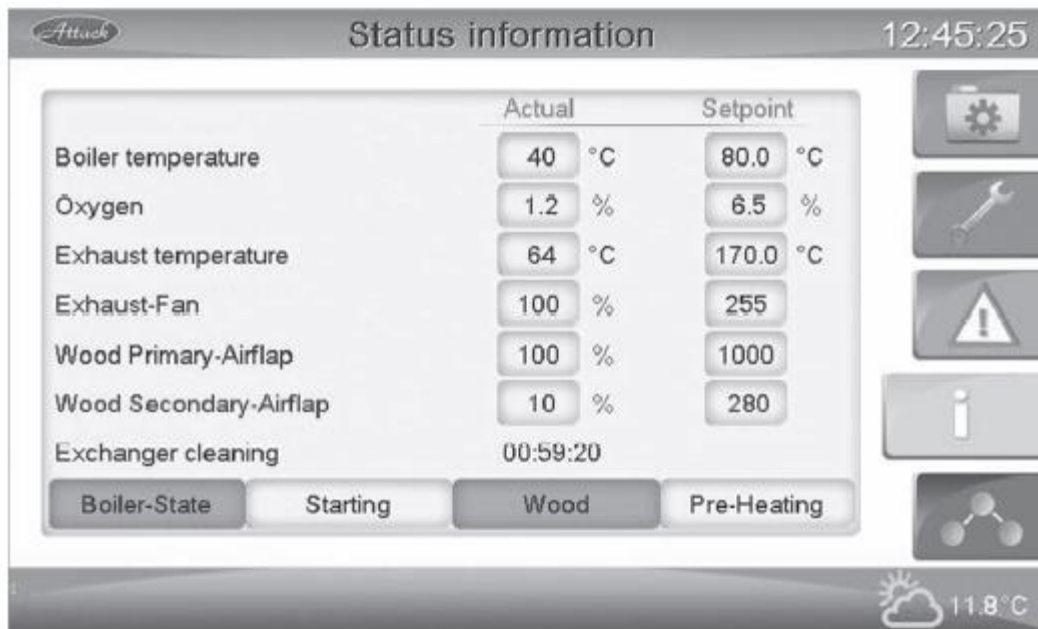

Fig. 28 Faza de preincalzire
3. Daca temperatura gazelor arse creste dupa aprindere, cazanul intra in faza de pre-inalzire (Fig. 28).